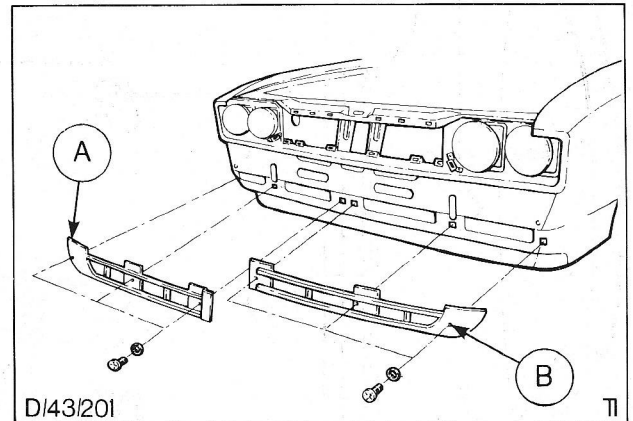

Fig.4 Tweedelige radiateurgrille onder bumper
4. Plaats de linker helft van de grille op de spoiler en zet hem met de schroeven - met ringen - vast (Fig.4).